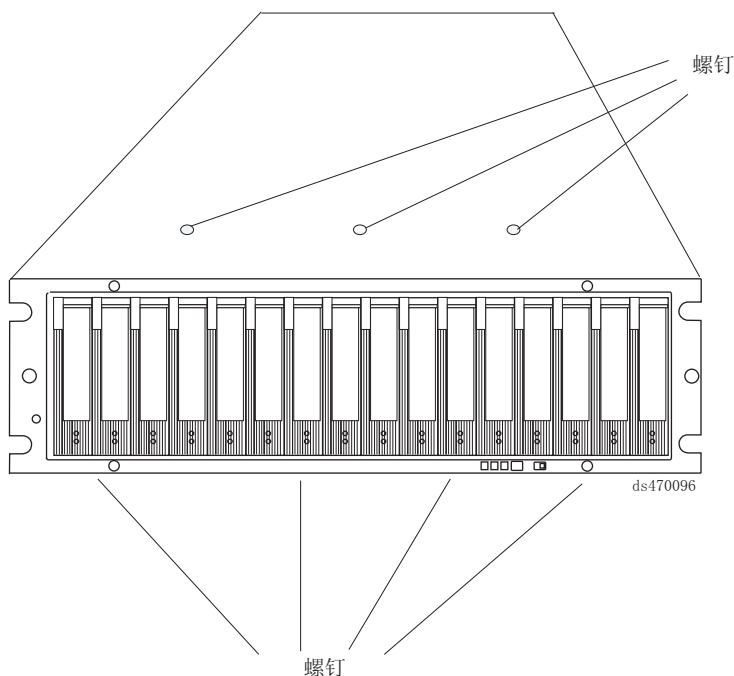

图 40. 将机箱顶部和底部固定到机架的螺钉
13. 将机箱从机架前端拉出，以将其卸下。将它放在水平平面上。找到机箱顶部在一排上的三颗 Phillips 螺钉和机箱底部在一排上的四颗 Phillips 螺钉，如图 40 中所示。使用 1 号十字螺丝刀，卸下这七颗 Phillips 螺钉。保管好这些螺钉。
18. 安装将前机架固定到 EXP520 机箱（在步骤第 84 页的 13 中卸下）的七颗 Phillips 螺钉（三颗在顶部，四颗在底部），如第 84 页的图 40 中所示。